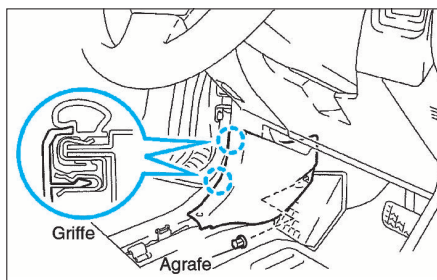

FIG. 18
- Dégager les deux griffes de l'habillage latéral de tablier (fig. 18), puis le déposer.